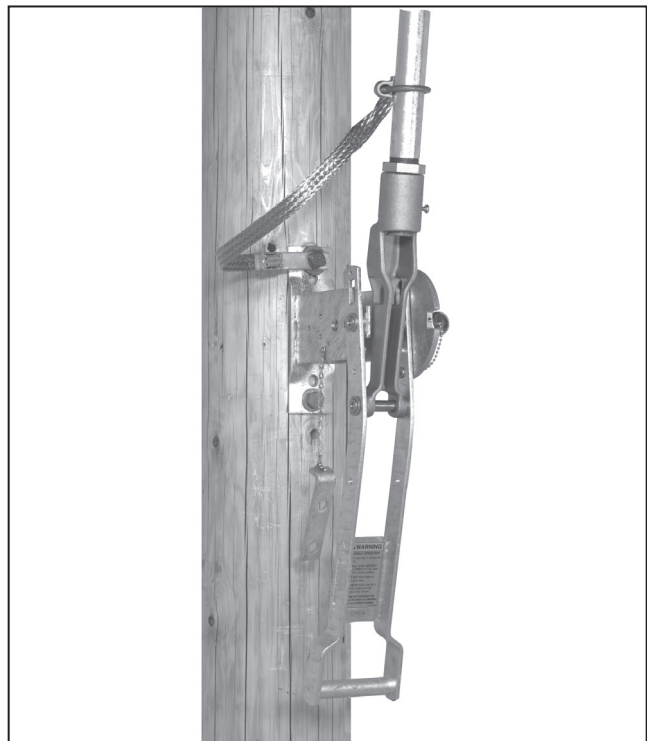

Figura 30. Enganchar la correa de la conexión a tierra.
PASO 28. Sujete el extremo libre de la correa de la conexión a tierra a la sección más baja del tubo de operación vertical unas cuantas pulgadas por encima del ensamble de la palanca de operación con el conector perno U suministrado con este propósito. Ver Figura 30. Posteriormente, conecte el extremo inferior de la correa a una conexión a tierra adecuada, usando el conector de la puesta a tierra proporcionado en ese extremo de la correa●.